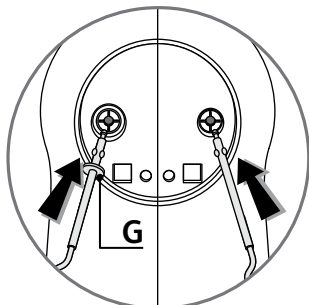

fig.1
- Insérez la tige de chaque fouet (B) ou malaxeur (D) dans les trous correspondants et verrouillez-les. Les fouets et malaxeurs ont une forme spécifique. **Le fouet ou malaxeur avec détrompeur (G) doit être placé à gauche dans le trou le plus grand (Fig.1).**
• Utilisation sur le socle (H) : (Selon modèle)
- Insérez la tige de chaque fouet **(C)** ou malaxeur **(E)** dans les trous correspondants et verrouillez-les. Les fouets et malaxeurs ont une forme spécifique. **Le fouet ou malaxeur avec détrompeur (G) doit être placé à gauche dans le trou le plus grand (Fig.1).**
- Insert the rod of each whisk (**B**) or dough hooks (**D**) into the corresponding holes and lock into place. **The whisks and dough hooks have a specific shape, the mixer or whisk with the marker for left whisk or dough hook (G) should be positioned to the left, in the biggest hole (Fig.1).**
- To avoid overheating of the motor unit (A), do not use the unit for more than 4 minutes.